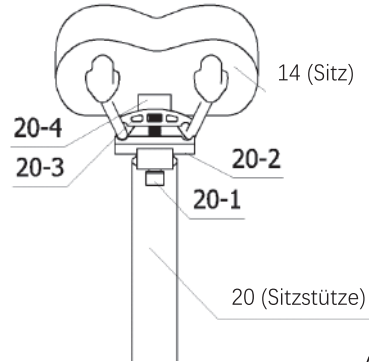
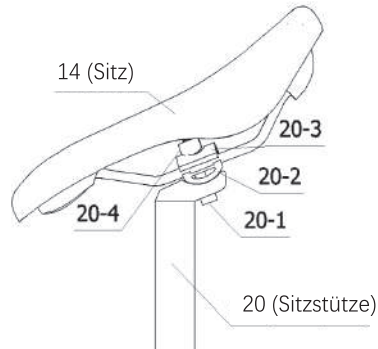

Abb. 24-1
Abb. 24-2
c. Drehen Sie die Abdeckplatten 20-3 und 20-4 so, dass sich die Sattelführungsschiene in den Schlitzen 20-2 und 20-3 befindet, und ziehen Sie dann die Schraube 20-1 mit einem 6mm-Inbusschlüssel fest. Sie muss nicht vollständig angezogen werden, aber die Schraube sollte nicht herausfallen, wie in Abb. 24-1 und Abb. 24-2 gezeigt.